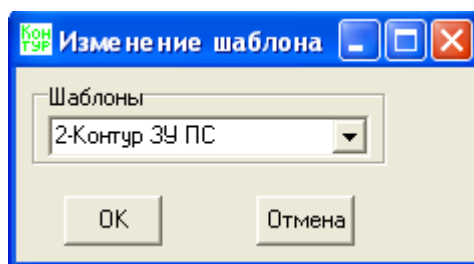

Рис. 3-17. Окно «Изменение шаблона».
- **Изменить шаблон.** Этот пункт меню вызывает диалоговое окно «Изменение шаблона» (Рис. 3-17), с помощью которого можно изменять шаблон для выделенных элементов. Один или несколько элементов модели ЗУ можно выделить, нажав и удерживая левую кнопку «мыши». В ниспадающем списке шаблонов можно выбрать тот шаблон, который следует присвоить выделенным элементам. Данный пункт меню активен, только если выделен хотя бы один элемент. Это диалоговое окно также можно вызвать с помощью контекстного меню, нажав на правую кнопку «мыши» на рабочей области.